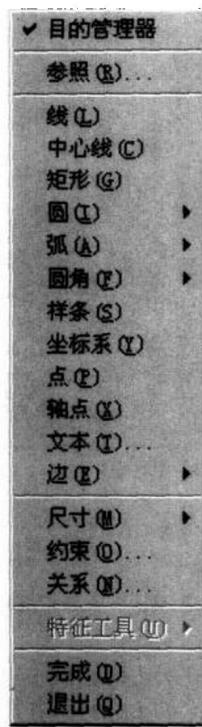

图 1.9
- 草绘 这也是 Pro/ENGINEER 2000i² 新增的菜单，如图 1.9 所示。它提供了草绘的一切相关命令。由于这里的命令基本上和草绘工具栏的命令一样，所以只有在使用草绘工具栏内没有列出的功能时才需要用到这个菜单。